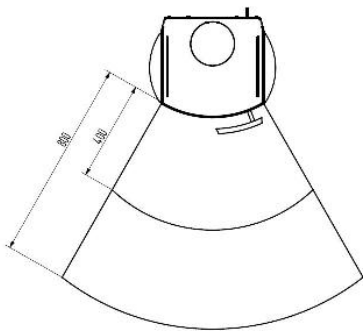

Fig 8
80 cm (A), misurati dal bordo anteriore dell'apertura del focolare. La distanza di sicurezza si riduce ai **40 cm (B)** qualora di fronte all'elemento sia installata una protezione areata (v. fig. 8).